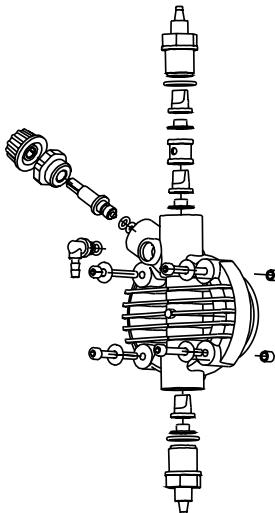

Fig. 10
3. Eliminare dal corpo pompa tutto il liquido presente, smontando e rimontando il corpo pompa utilizzando le quattro viti di fissaggio (Fig. 10).
2. Controllare almeno ogni 6 mesi il funzionamento della pompa, la tenuta delle viti e delle garnizioni, per liquidi particolarmente aggressivi effettuare controlli anche più frequenti, controllare in particolare la concentrazione dell'additivo nell'impianto; una riduzione di tale concentrazione potrebbe essere determinata dalla usura delle valvole (che in tal caso vanno sostituite facendo attenzione nel rimontarle come in Fig. 10) o dall'intasamento del filtro che va pulito come al successivo punto 3.
Per effettuare questa operazione, se l'apparecchiatura non è fissata all'impianto si può farla pulsare per pochi secondi (15-30) tenendola capovolta e senza tubetti collegati ai raccordi, se ciò è impossibile smontare e rimontare il corpo pompa (Fig. 10), utilizzando le quattro viti di fissaggio.
Data la robustezza del sistema, guasti meccanici veri e propri non se ne verificano. Talvolta possono verificarsi perdite di liquido da qualche raccordo o ghiera fissatubo allentati, o più semplicemente dalla rottura del tubetto di mandata. Raramente eventuali perdite potrebbero essere determinate dalla rottura della membrana o dall'usura della guarnizione di tenuta della membrana stessa. Questi componenti in tal caso vanno sostituiti smontando le quattro viti del corpo pompa (Fig. 10), rimontando tali viti, serrare in modo uniforme. Una volta eliminata la perdita, occorre pulire la pompa dosatrice da eventuali residui di additivo che ristagnando potrebbero aggredire chimicamente la cassa della pompa.
- Smontare le valvole di aspirazione e mandata, pulirle e rimontarle nella stessa posizione (Fig. 10). Nel caso in cui si riscontrasse un rigonfiamento di dette valvole, verificare sull'apposita tabella la compatibilità dell'additivo con il tipo di valvola montata sulla pompa (valvola standard in Viton; su richiesta valvole a sfera).